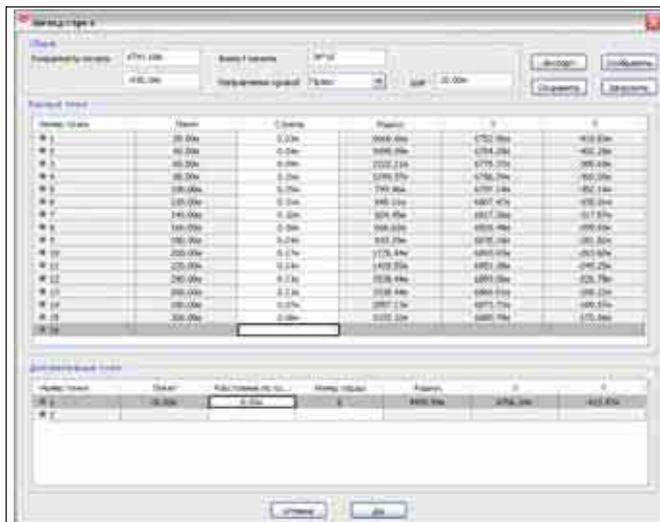

Рис. 2. Метод стрел
*Выправка трассы* объединяет в себе несколько этапов. Первый из них предполагает получение данных с использованием различных видов съемки кривых участков методом стрел (рис. 2), методом Гоникберга, координаты точек, указание точек вставки с чертежа и непосредственный выбор объектов AutoCAD 2006/2007. Алгоритм позволяет вести расчет участка трассы, находящегося на кривом участке пути, принимая в расчет крайние точки, благодаря чему пользователь может дробить длинные составные многорадиусные кривые с разнонаправленной кривизной, а при необходимости фиксировать точки либо участки над ИССО, в негабаритных местах, вдоль платформ и т.п.